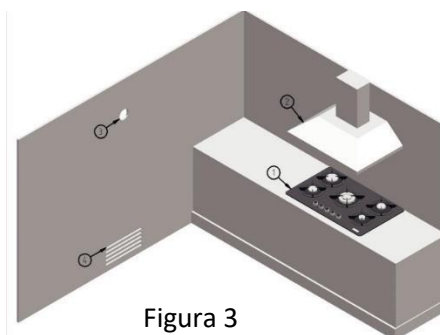

Figura 3
- Si no se usa campana de cocina, se debe usar un ventilador eléctrico con capacidad garantizada para descargar 3-5 veces el aire de la cocina que se instalará en la pared o ventana del edificio (Figura 3)